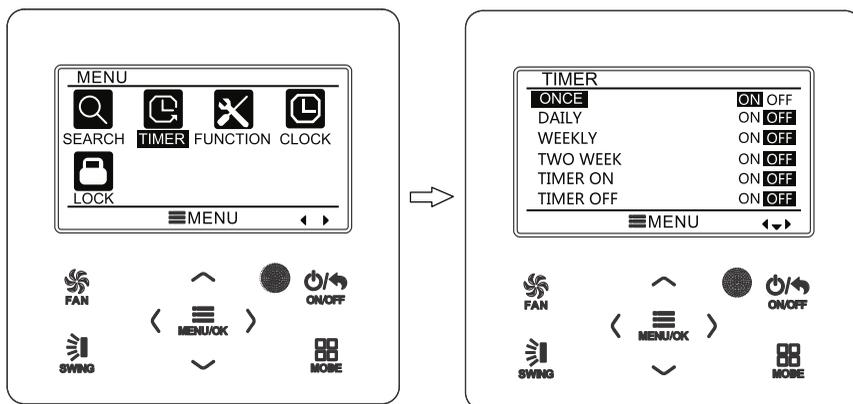

Fig. 11: Mise en marche ou arrêt du temporisateur
Le panneau de commande permet de configurer 6 options de temporisation: une temporisation individuelle (ONCE), programmation journalière du temporisateur (DAILY), programmation hebdomadaire du temporisateur (WEEKLY), programmation bihebdomadaire du temporisateur (TWO WEEK), compte à rebours avant la mise en marche (TIMER ON) et compte à rebours avant l'arrêt (TIMER OFF). Après avoir accédé à la page de menu, appuyez sur le symbole du temporisateur (TIMER). Appuyez ensuite sur la touche MENU pour accéder à la page de réglage du temporisateur. Sélectionnez le type de temporisation souhaitée à l'aide des touches ▲ ou ▼. Un appui de la touche ◀ ou ▶ fait lancer (ON) ou arrêter (OFF) le temporisateur sélectionné. Voir la figure 11.